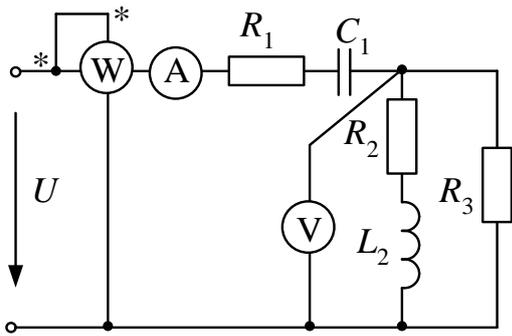

Рис. 2.1
**Задача 2.** В электрических цепях, схемы которых представлены на рис. 2.1–2.20, известны параметры элементов цепи (табл. 8). К зажимам электрической цепи приложено синусоидальное напряжение вида  $u(t) = \sqrt{2} U \sin \omega t$ , изменяющееся с частотой  $f = 50$  Гц. Необходимо рассчитать: